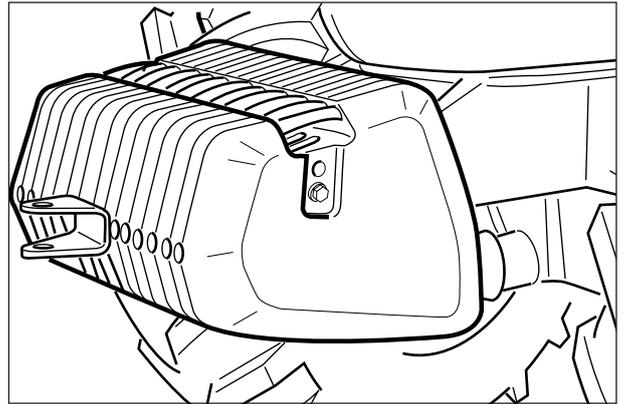

Abb. 2-26
- Zum Erhöhen der Stabilität beim Schleppen von schweren Lasten oder zum Ausgleich eines rückseitig montierten Ackerbaugeräts hohen Gewichts, frontale Ballastgewichte montieren (Abb.2-26).